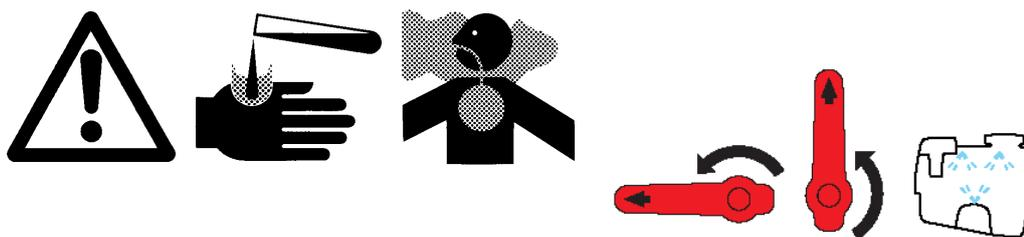

fig.15
- Disporre le leve dei rubinetti di mandata come in fig.15